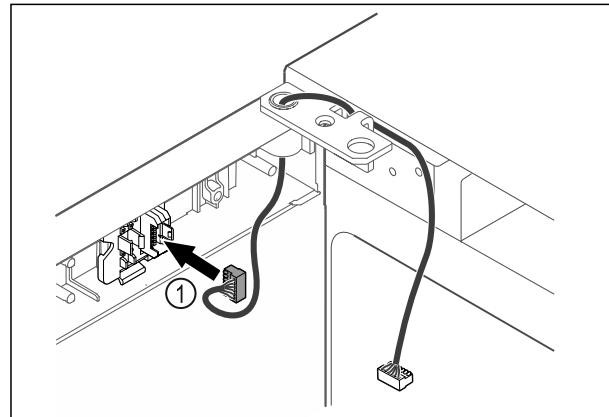

Fig. 63
- Вставьте штекер Fig. 63 (1) в держатель.